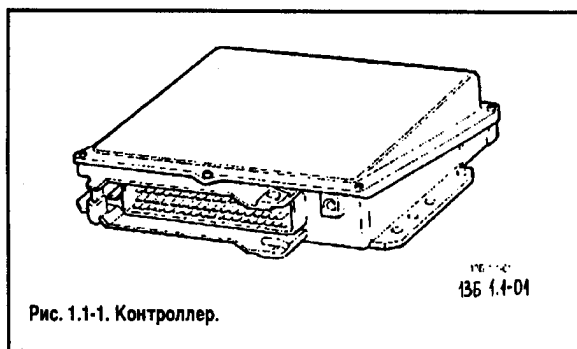
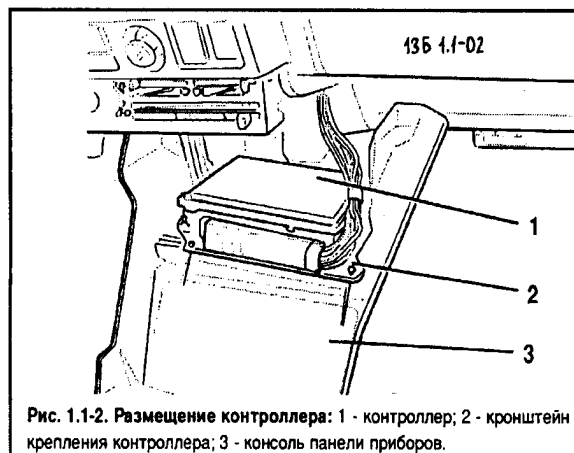

Рис. 1.1-1. Контроллер.
Рис. 1.1-2. Размещение контроллера: 1 - контроллер; 2 - кронштейн крепления контроллера; 3 - консоль панели приборов.
Контроллер (рис. 1.1-1) является центральным устройством управления системы впрыска топлива. Он получает информацию от датчиков и управляет исполнительными механизмами, обеспечивая оптимальную работу двигателя при заданном уровне показателей автомобиля. Контроллер 1 расположен под консолью панели приборов 3 и закреплен на кронштейне 2 (рис. 1.1-2).
4. Отвернуть гайки винтов крепления контроллера к кронштейну 2 и снять контроллер 1, отсоединив от него соединитель жгута проводов (см. рис. 1.1-2).